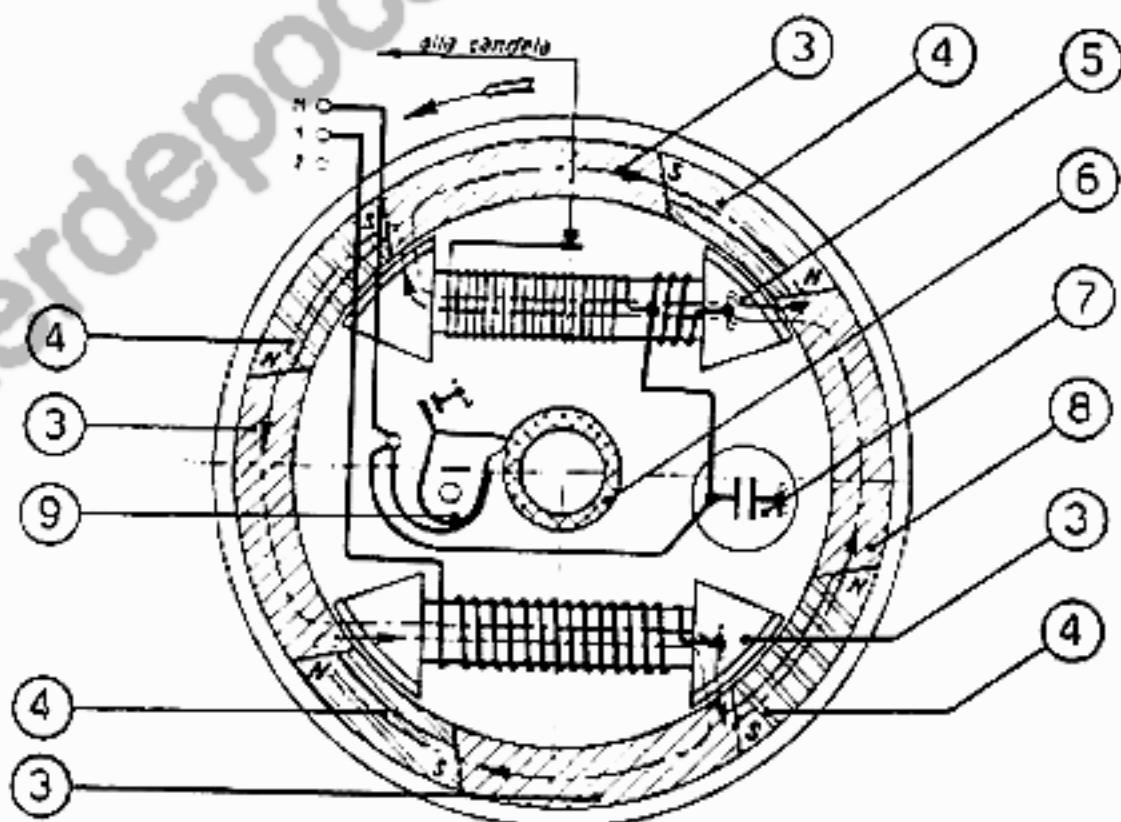

Fig. 13 - Schema elettrico di funzionamento del magnete alternatore volano MVA 25A.
Durante la rotazione dell'induttore (fig. 13) il flusso magnetico prodotto dalle calamite (4) attraversa il nucleo di ferro calzante (5) successivamente nei due sensi e con diverse intensità a seconda della posizione che questo assume rispetto alle espansioni polari (3) delle calamite. **All'istante di ogni inversione di senso del flusso si ha la massima variazione** la quale è facilmente avvertibile facendo ruotare a mano il volano e rilevando una subitanea e forte resistenza alla rotazione detta comunemente «strappo». Le inversioni di senso del flusso si verificano quattro volte per ogni giro dell'induttore; però, per ragioni costruttive, una sola è sfruttata per la generazione della scintilla.